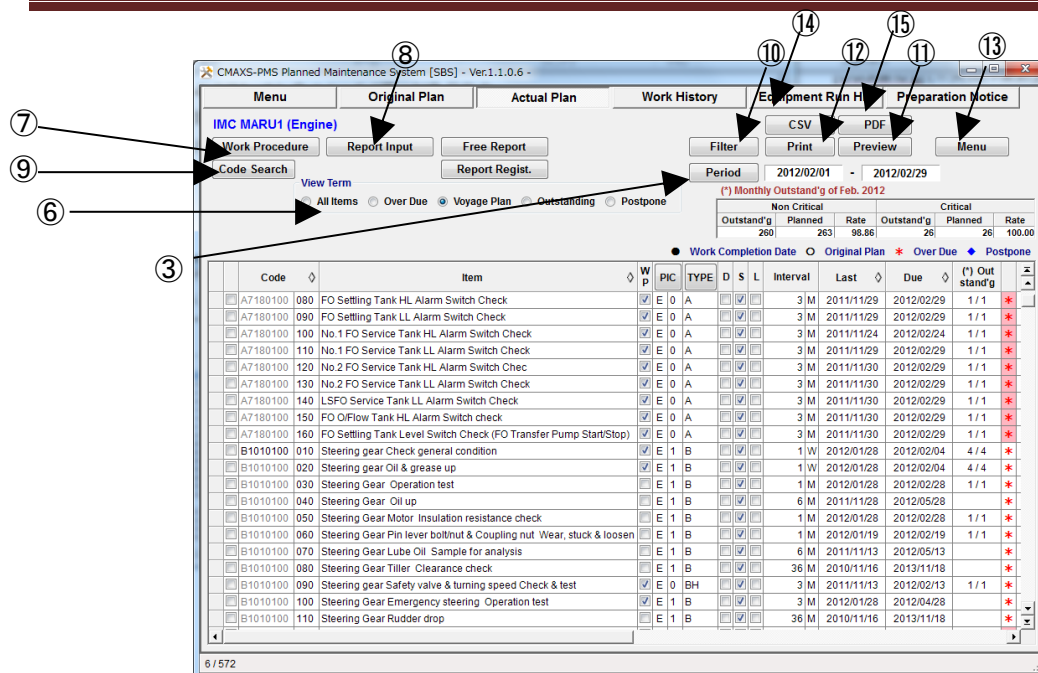

図 5-2 Actual Plan 画面
- (2) "Actual Plan"画面(図 5-2) が表示されます。
- (3) [Period] ボタンを選択してください。